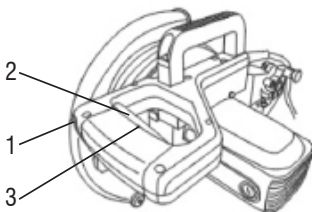

Fig. 21 – Acionamento da máquina
- Para ligar a ferramenta, pressione e mantenha pressionado o botão (1) em seguida pressione o gatilho (2), neste momento pode soltar o botão (1).
- Para desligar solte o interruptor de acionamento (2), Fig. 21.
- Como medida de segurança e para evitar que crianças ou outras pessoas não habilitadas liguem a máquina, pode ser colocado um cadeado (não acompanha a máquina) no furo (3) mostrador na Fig.21.